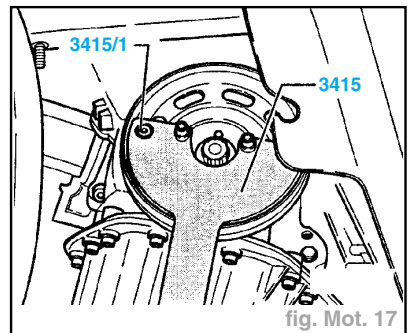

fig. Mot. 17
- Desserrer la vis de fixation de la poulie et du pignon de courroie crantée. Maintenir la poulie avec le contre-appui **3415** et l'outil **3415/1** (fig. Mot. 17).